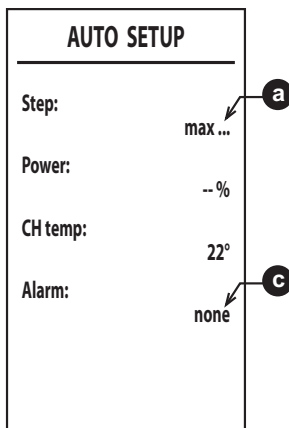

fig. 38
6. Dopo l'accensione, il bruciatore si posiziona alle varie potenze (max, med, min) indicate dal punto **a** (fig. 38).
- a** è un codice di errore al punto **c** (fig. 38).